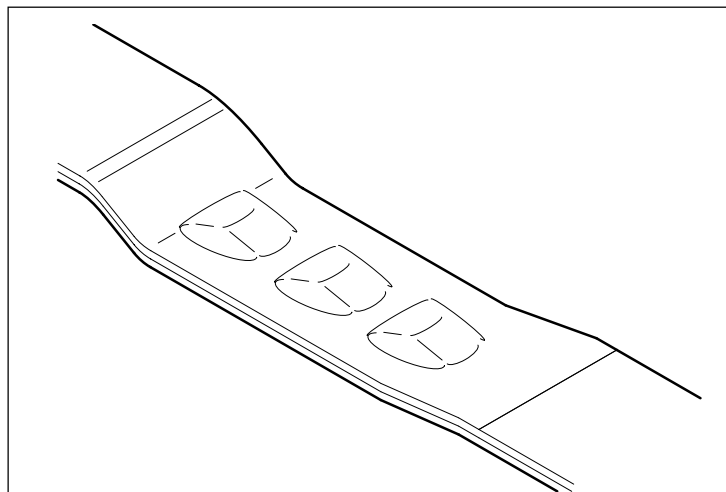

FIG. 9
#### II) Chiusura non corretta (fig.9 e 10)
- Regolazione troppo alta della cesoia e del meccanismo di chiusura (fig.9).
#### II) Incorrect sealing (fig. 9 and 10)
#### II) Fermeture non correcte (fig.9 et 10)
- Réglage trop haut du couteau et du mécanisme de fermeture (fig. 9): dans ce cas le feuillard supérieur n'est pas coupé et par conséquent le poinçonnage n'est pas correct et les deux feuillards n'enochent pas parfaitement.
- Regolazione troppo bassa della cesoia e del meccanismo di chiusura (fig.9). In questa chiusura la reggia superiore è stata tagliata, l'incastro tra le due regge è avvenuto correttamente, ma purtroppo la regolazione troppo bassa della cesoia ha fatto sì che venisse incisa anche la reggia inferiore. Le lievi tacche sulla reggia inferiore, la indeboliscono notevolmente. Questo tipo di chiusura va sicuramente rifatta. E' necessario regolare la macchina correttamente .
- Regolazione troppo alta della cesoia e del meccanismo di chiusura.(fig.9) Svitare la vite di regolazione (fig.11) nella piastra base, in senso antiorario. Ruotando di 90°, il meccanismo di chiusura e la cesoia si abbassano di 0,25mm.
- Depth of cut not enough (Fig.9) Turn the adjusting screw in the base plate (fig.11) by turning key anti clockwise. A rotation of 90° will lift the depth of cut by 0,25 mm.
- Réglage trop haut du couteau et du mécanisme de fermeture (fig.9): dévisser la vis de réglage (fig.11) qui se trouve dans la plaque de base en sens anti-horaire. En pivotant de 90°, le mécanisme de fermeture et le couteau s'abaissent de 0,25 mm.